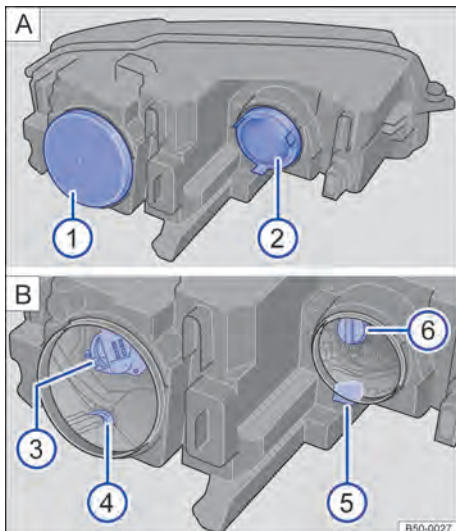

Fig. 216 En el vano motor: A Tapas y B lámparas del faro izquierdo.
3. Desmonte la tapa de goma correspondiente de la parte posterior del faro → fig. 216 ① y ② A.
4. **Luz de cruce ③, luz de posición y luz de conducción diurna ④, intermitente ⑤, luz de carretera ⑥ B** Gire el portalámparas en el sentido contrario al de las agujas del reloj, hasta el tope, y extráigalo junto con la lámpara hacia atrás.
6. **Luz de cruce ③, luz de posición y luz de conducción diurna ④, intermitente ⑤, luz de carretera ⑥ B** Coloque el portalámparas en el faro y gírelo en el sentido de las agujas del reloj hasta el tope.
7. Coloque la tapa de goma correspondiente en la parte posterior del faro → fig. 216 ① y ② A.